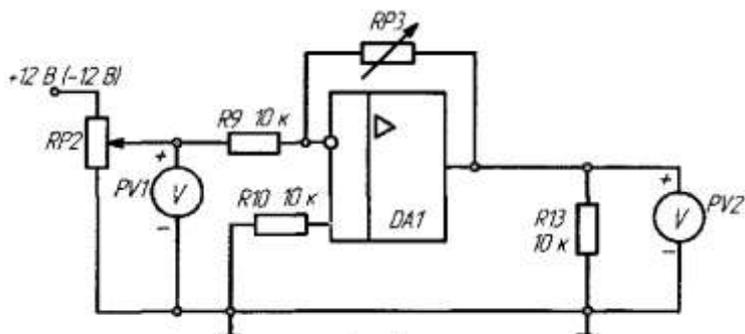

Рис. 1
- 1) Собрать схему согласно рис. 1; установить заданное значение  $R_{P3}=20\text{K}$ ;